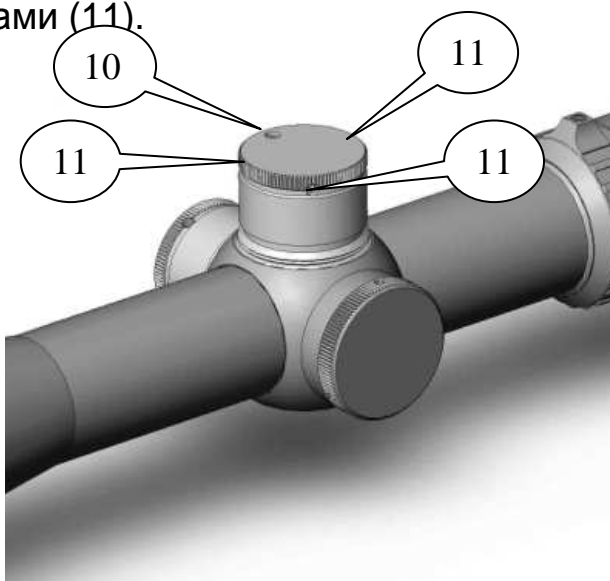

Рис. 4
- 6) вращая маховички смещения прицельной сетки (5), добейтесь совмещения перекрестия с точкой прицеливания, выставленной по механическому прицелу или ЛХП;
- 12) пристреленное положение маховичков (5) необходимо зафиксировать («выставить 0»). Для этого шестигранным ключом (S2) ослабьте три утопленных фиксирующих винта (11) маховичков (рис. 4). Поверните без щелчков маховички, до совпадения отметки «0» с насечкой на корпусе прибора. Тем же ключом зафиксируйте положение маховичков тремя фиксирующими винтами (11).